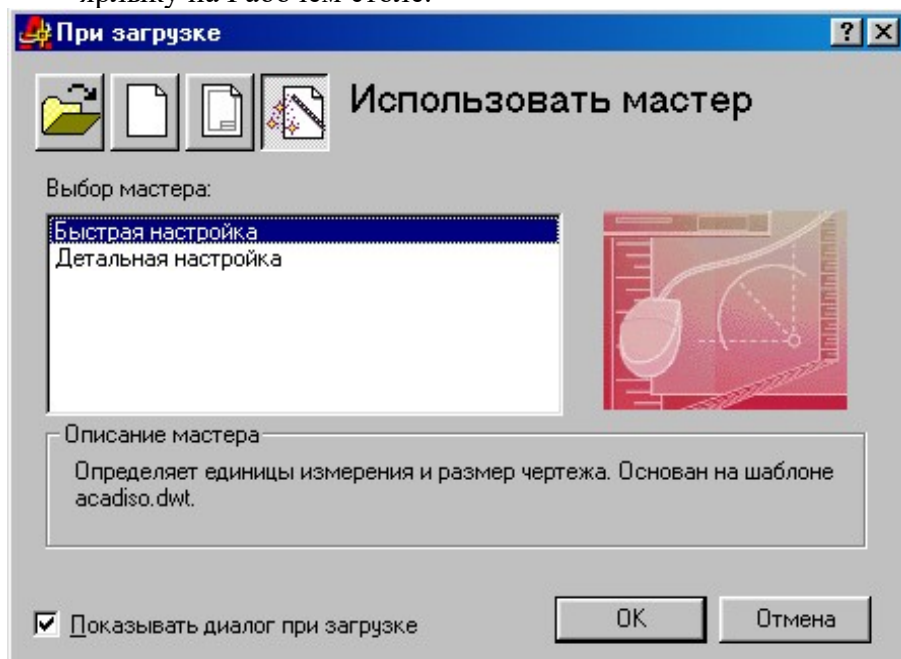

Рис. 1
2. Выберите пункт **Использовать мастер (Use Wizard)/Быстрая настройка (Quick Setup)** и нажмите кнопку **ОК** (рис. 1).